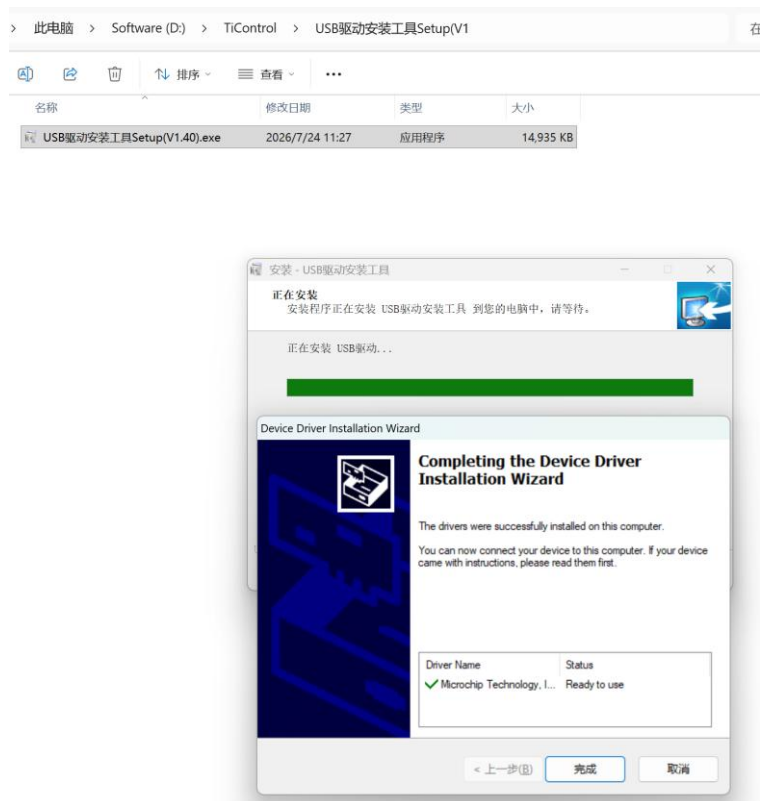
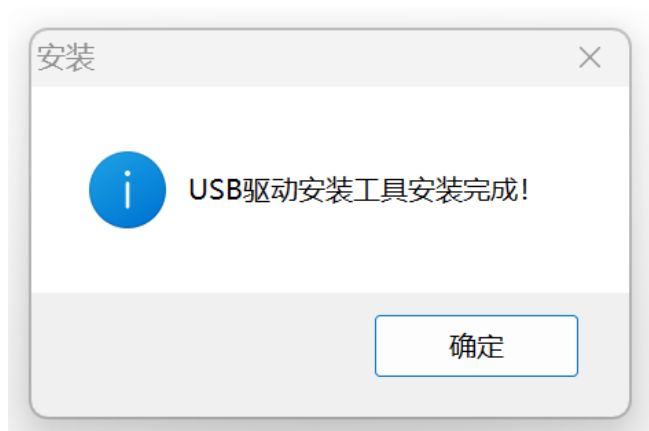

图 9-2 USB 驱动安装流程图
图 9-3 驱动安装成功示意图
2. USB 转 CAN 驱动安装。在我司官网下载驱动工具（USB 驱动安装工具 Setup），最新的上位机调试软件，解压压缩包。鼠标双击驱动程序进行驱动安装，驱动安装流程图如图 9-2 所示，安装成功示意图如图 9-3。